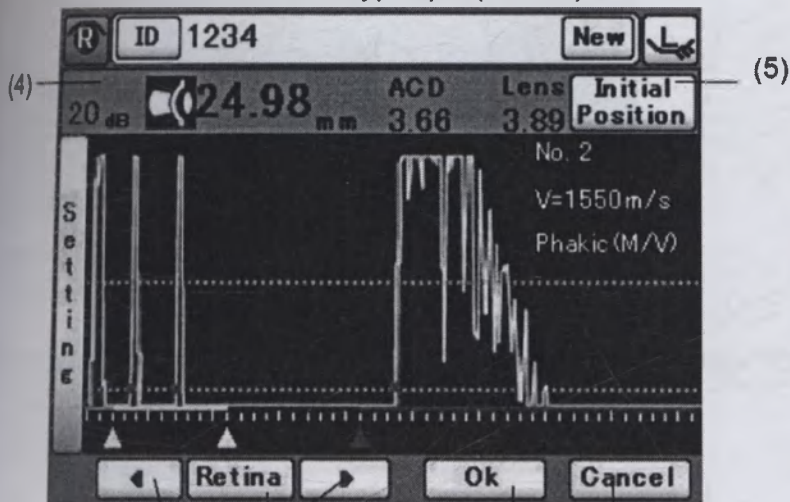

Рис. 2
- 1) В окне редактирования (волны) коснитесь кнопки "Gate" (1), чтобы открыть окно изменения диапазона курсора (Рис. 2).